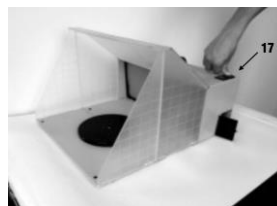

fig. 9
1. Appuyez sur le bouton de rétraction (n° 17) pour enrouler le cordon d'alimentation et fermez la porte (fig. 9).